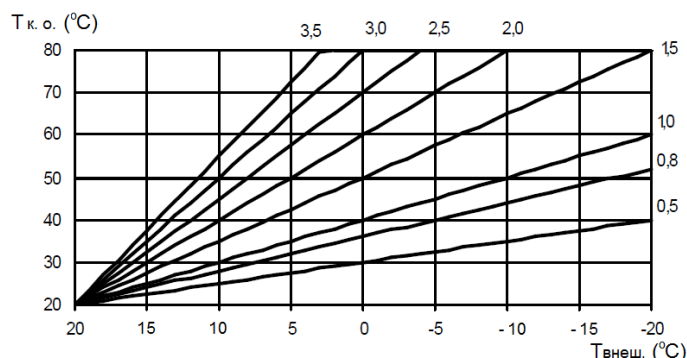

Рис. 3 График зависимости температуры в контуре отопления от внешней температуры при комнатной температуре 20 °C
- с помощью изменения значений коэффициента рассеивания (параметр P20) подобрать наиболее оптимальную температуру теплоносителя в контуре отопления (см. рис. 3)